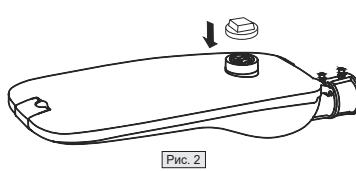

Рис. 2
4. Для светильников без управления установите заглушку из комплекта поставки в разъем Nema Socket (Рис. 2).